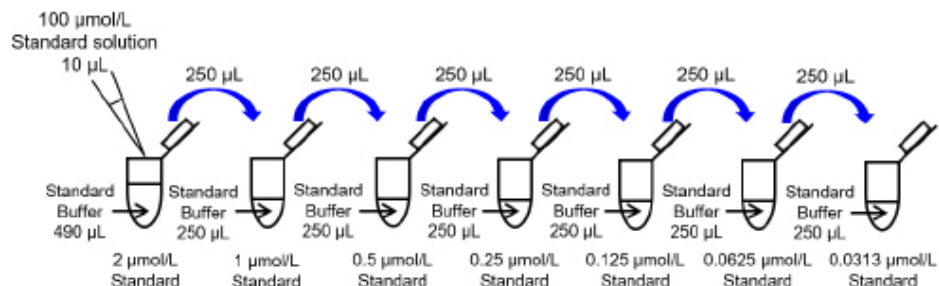

図 4 Standard solution の調製方法
- (1) 10 mmol/L Standard stock solution 2 μL を超純水 198 μL で希釈し、100 μmol/L Standard solution を調製する。
- (2) 操作 (1) で調製した 100 μmol/L Standard solution 10 μL をさらに Standard Buffer 490 μL で希釈し、2 μmol/L Standard solution を調製する。さらに順次 2 倍希釈していき、標準液 (2, 1, 0.5, 0.25, 0.125, 0.0625, 0.0313, 0 μmol/L) とする (図 4 参照)。